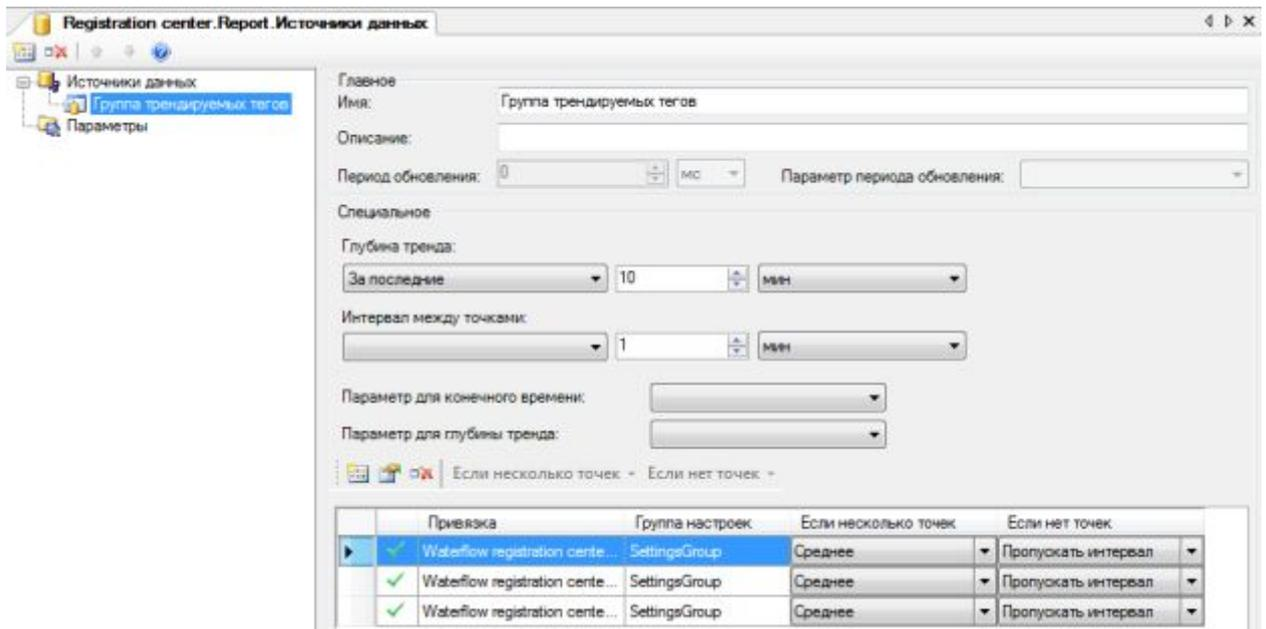

Рисунок 2.44 – Настройка источника данных и параметров формирования отчета **Report**
- 2 Настроить источник данных (рисунок 2.44) шаблона отчета. Источником данных являются перья (значения тегов **Param** объектов **Temperature, Pressure, Level**) группы **SettingsGroup** Менеджера трендов